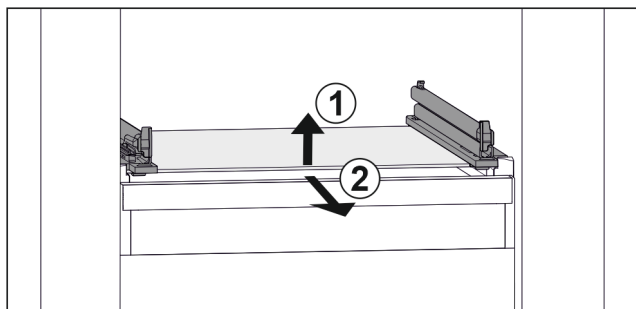

Fig. 46 Primjerm prikaz staklene ploče
- ▶ Staklenu ploču podignite srijeda. Fig. 46 (1)
- ▶ Izvadite staklenu ploču prema naprijed. Fig. 46 (2)